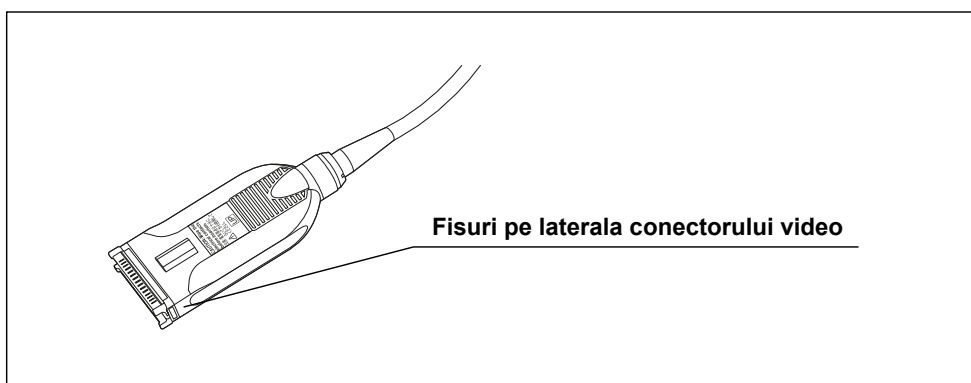

Figura 3.2
- Fisuri pe laterala conectorului video, așa cum este ilustrat în Figura 3.2.